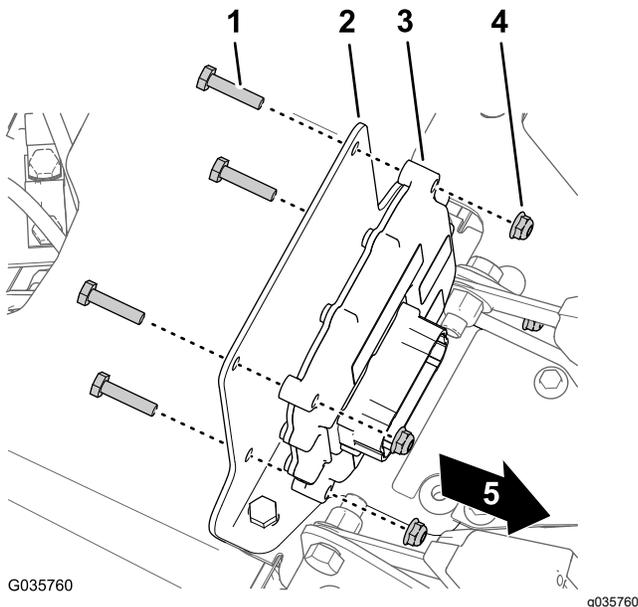

Figure 31
ceintures du conducteur et du passager, et retirez-la de la base de la console (Figure 31).
3. Fixez le contrôleur électronique au support de montage (Figure 31) avec les 4 boulons ($\frac{1}{4}$ " x $1\frac{1}{8}$ ") et les 4 contre-écrous ($\frac{1}{4}$ ").